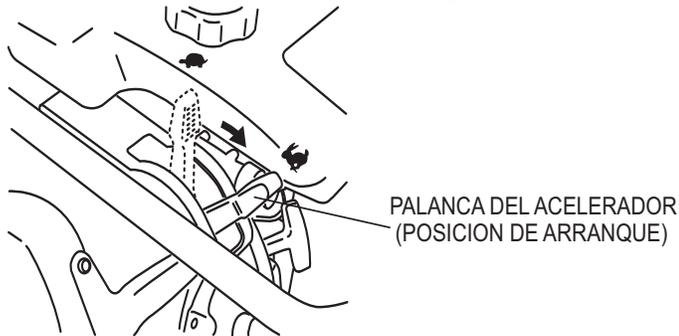

Figura 8. Palanca del acelerador (Posición de arranque)
1. Para empezar la acción de apisonar, mueva la palanca del acelerador (Figura 8) **rápidamente** de la posición de **MARCHA LENTA** a la posición **ARRANQUE** (👉). **NO** mueva la palanca del acelerador lentamente, ya que esto puede causar daños al embrague ó al resorte.